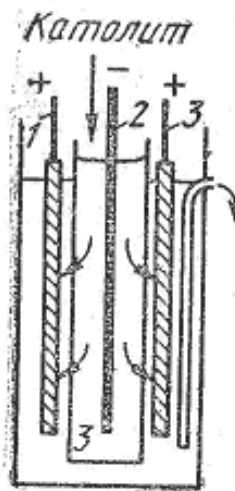

Рисунок 3 – Электролиз никеля
- 4 Установить соответствие позиций электролиза никеля (1 – 3) их названиям (а – в) рисунок 3. - **25 баллов**